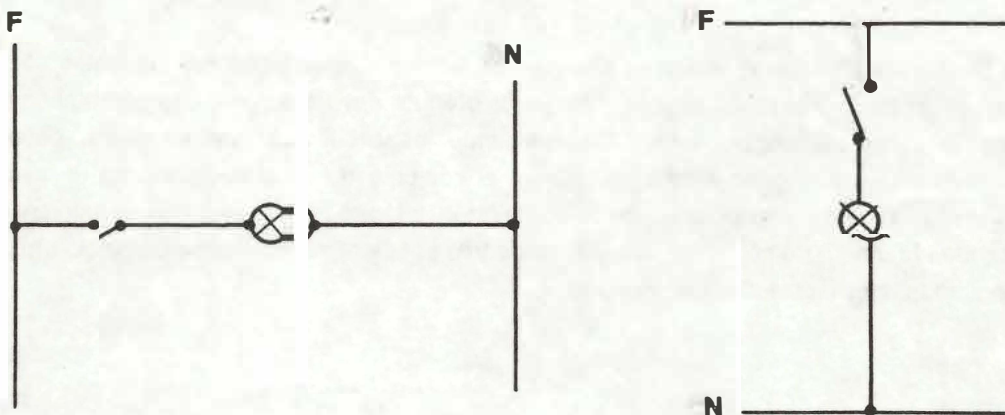

FIG. 5
- Entre los esquemas explicativos el más utilizado es el ESQUEMA DE PRINCIPIO, llamado también funcional o desarrollado. Por su sencillez nos da una idea clara del funcionamiento en cuanto a su principio esencial. Todos los elementos que componen el circuito o circuitos serán símbolos, líneas, marcas, en los cuales se vean todas y cada una de las conexiones. Estarán situados entre dos líneas que pueden ser verticales u horizontales. Estas dos líneas representan la fase (F) y el neutro (N) (Fig. 5). Ha de hacerse de manera que el trazado de cada circuito se aproxime en lo posible a la línea recta. Ejemplo: una lámpara accionada por un interruptor, cuyo esquema de principio puede ser así: